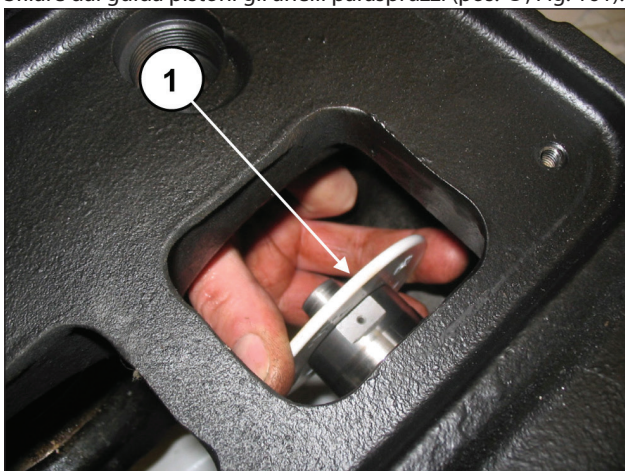

Fig. 161
Sfilare dai guida pistoni gli anelli paraspruzzi (pos. ①, Fig. 161).